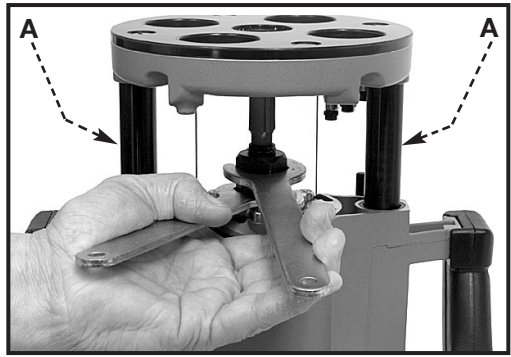

Fig. 3
1. Mettez la toupie à l'envers sur le capot du moteur (voir Fig. 3).
3. Placez une clé sur les plats du mandrin et une clé sur l'écrou de la douille (voir Fig. 3). Serrez fermement.
Ne laissez pas les clés venir en contact avec les colonnes (A) Fig. 3, car les colonnes pourraient être abîmées, ce qui limiterait l'action de plongée.